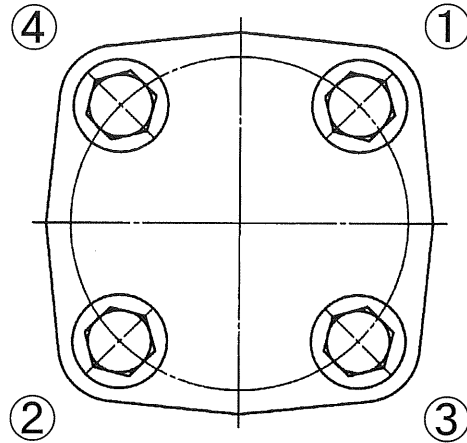
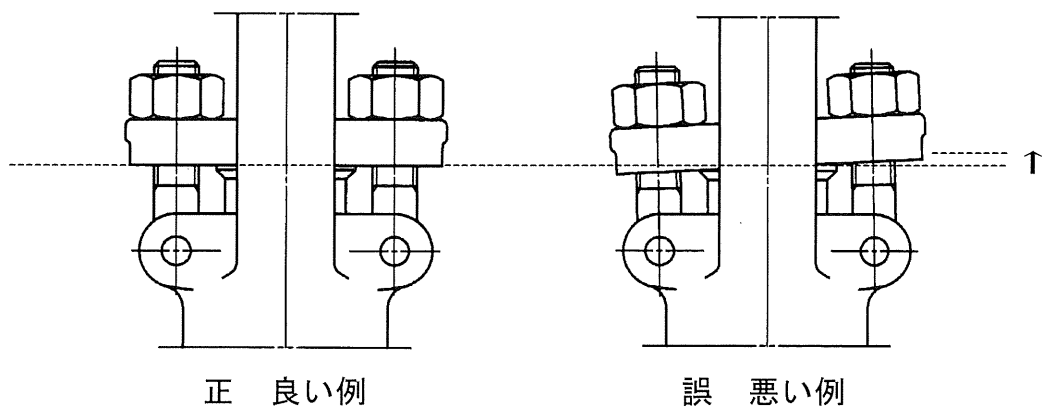

図 6.2 ふたボルトの締め付け順序例
図 6.3 グランドボルトナットの締め付け調整例
- ② この場合、ふたボルト、弁棒ねじ部にはグリースを塗ることによって焼き付きやかじりを防止することができます。
- ③ グランドパッキンを挿入する場合は、グランドパッキンの切り口が重ならないように、1リングずつ挿入し、且つ1リングずつ毎に適当な締付力を与えてください。
- ④ ふたボルトの締め付けにあたっては、図 6.2に示すとおり、相対するボルトナットを交互に均等な力で締めてください。弁箱フランジ面とふたフランジ面が密着するまで締めつけてください。
- ⑤ ふたボルトの締め付けトルクは、表 6.1に示すとおりです。
- ⑥ 図 6.3に示すとおり、グランドボルトナットを締めながらハンドル車の廻り具合をみてグランドを片締めしないように交互に平均した力で調整してください。
- ② この場合、ふたボルト、弁棒ねじ部にはグリースを塗ることによって操作性を維持することができます。
- ④ ふたボルトの締め付けにあたっては、図 6.2に示すとおり、相対するナットを交互に均等な力で締めてください。弁箱フランジ面とふたフランジ面が密着するまで締めつけてください。
- ⑥ 図 6.3に示すとおり、グラウンドボルトナットを締めながらハンドル車の廻り具合をみてグラウンドを片締めしないように交互に平均した力で調整してください。
- ⑦ グラウンドボルトナットの締め付けトルクは、表 6.2に示すとおりです。
- ① 組立ての手順は、分解の手順の逆を行いません。
- ② ふたボルトの締め付けにあたっては、図 6.2に示すとおり、相対するナットを交互に均等な力で締めてください。弁箱フランジ面とふたフランジ面が密着するまで締めつけてください。
- ③ ふたボルトの締め付けトルクは、表 6.1に示すとおりです。